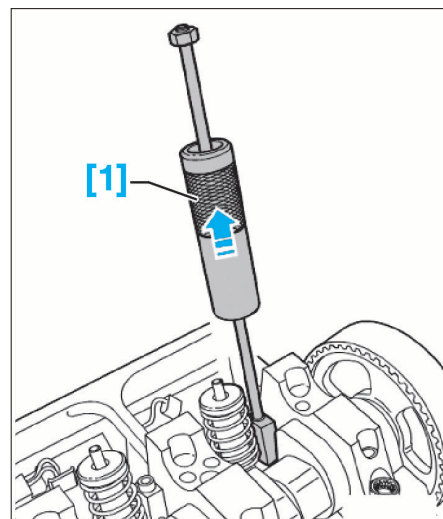

FIG. 41
- [1]. Extracteur à inertie (ref. T10055) (Fig.41).
- Déposer la rampe de culbuteurs, en desserrant progressivement (3) puis les vis intérieures (4).
- Desserrer la vis de fixation (5) de la bride de serrage puis déposer cette dernière.
- En faisant levier avec un tournevis, débrancher avec précaution le connecteur (6) de l'électrovanne de l'injecteur-pompe concerné.
- À l'aide de l'outil [1] en prise dans la fente latérale de l'injecteur-pompe, extraire ce dernier en procédant par de petits à-coups (Fig.41).